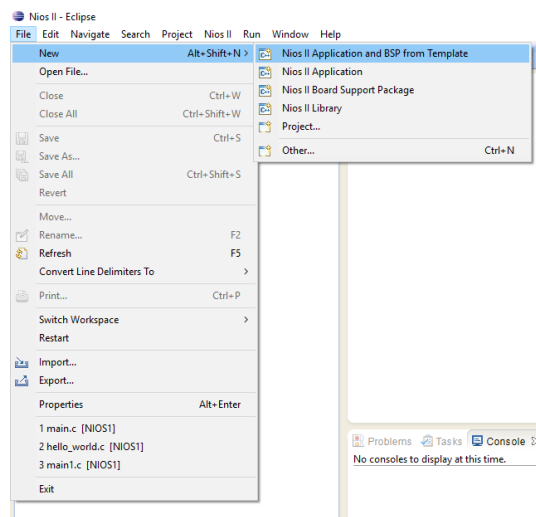

Ilustración 22: Selección de una nueva Aplicación para Nios II.
28. Inmediatamente se abra el entorno de programación Eclipse, procedemos a crear un nuevo proyecto, seleccionamos **File → New → Nios II Application and BSP from Template** tal como se ve en la ilustración 22.